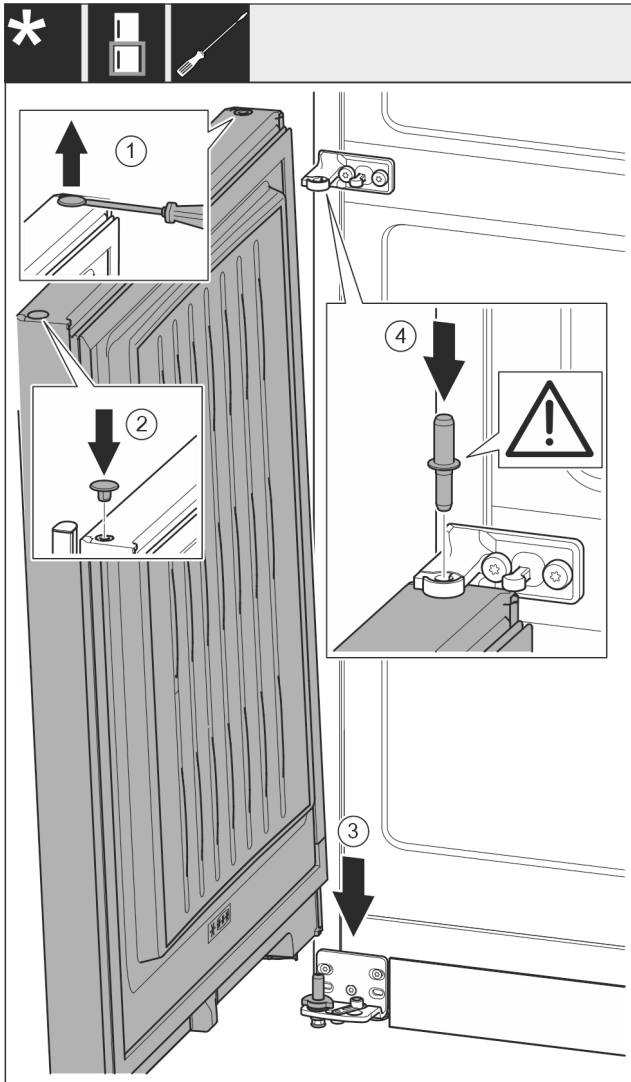

Fig. 18
- ▶ Ravnim odvijačem oprezno podignite čep i izvadite ga. Fig. 18 (1)
- ▶ Ponovo umetnite čep na drugoj strani vrata. Fig. 18 (2)
- ▶ Stavite vrata odozgo na donji svornjak ležaja. Fig. 18 (3)
- ▶ Umetnite srednji svornjak ležaja kroz srednji podložak ležaja u donja vrata. Pri tome pazite da je ispupčenje za blokiranje okrenuto prema otraga. Fig. 18 (4)